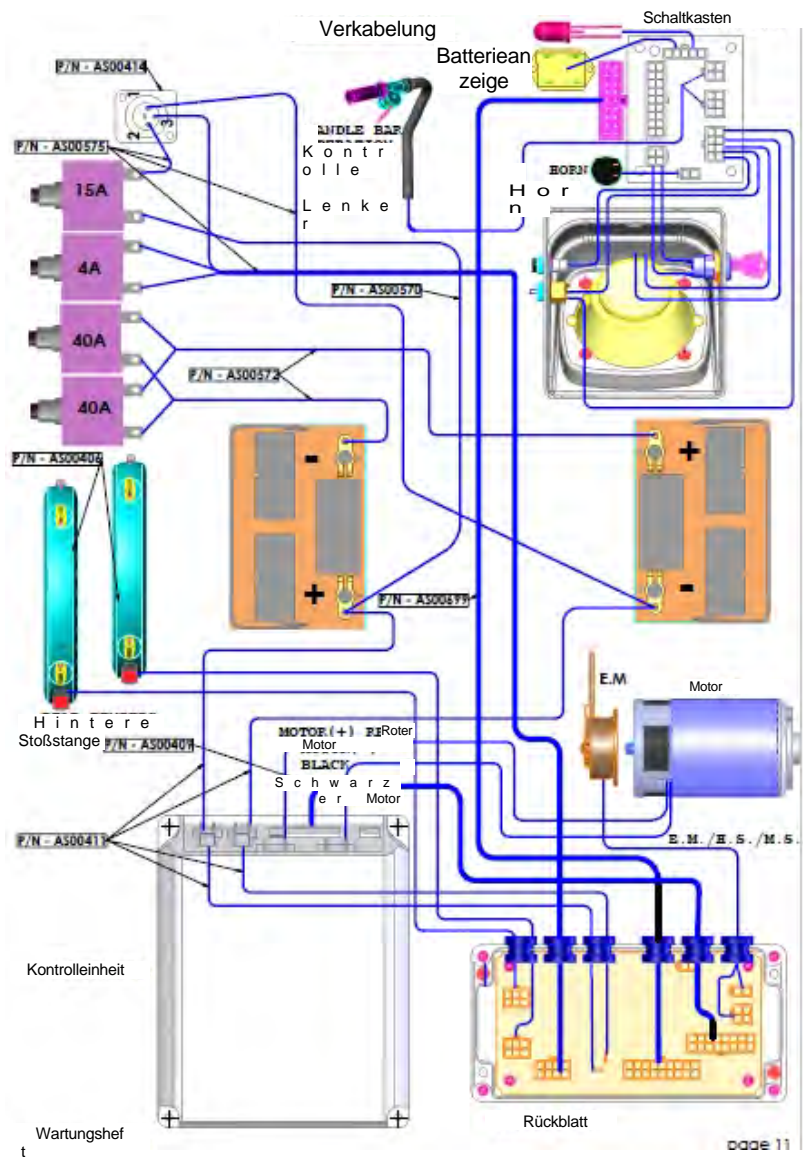

Abbildung 11
2. Die Zahlen in Klammern beziehen sich auf die in Abbildung 11 dargestellten Teile.
Batterien austauschen	Vorsicht! Batterien sollten nur von qualifiziertem Fachpersonal ausgetauscht werden. Warnung! Batterien enthalten eine hohe Energiequelle und können Funken erzeugen, die eine Brandgefahr darstellen. Warnung! Der unsachgemäße Umgang mit Batterien kann zu Schäden und Verletzungen führen. Die Vorgehensweise ist in Abbildung 12 dargestellt. 1. Entfernen Sie die Isolierkappe von einem der Batteriepole. 2. Schrauben Sie das Kabel mit einem 10/13-mm-Schlüssel von der Klemme ab. Achten Sie darauf, dass der Schlüssel keine anderen Klemmen oder Metallteile berührt, um die Gefahr von Schäden oder Verletzungen zu vermeiden. 3. Wiederholen Sie die Schritte 1 und 2 für alle anderen Terminals. 4. Entfernen Sie die alten Batterien und setzen Sie die neuen ein. 5. Verbinden Sie die Kabel der neuen Batterien wie in Abbildung 11 (und auf dem neben den Batterien angebrachten Etikett) dargestellt. 6. Schrauben Sie die Klemmen fest und setzen Sie die Isolierkappen wieder ein.